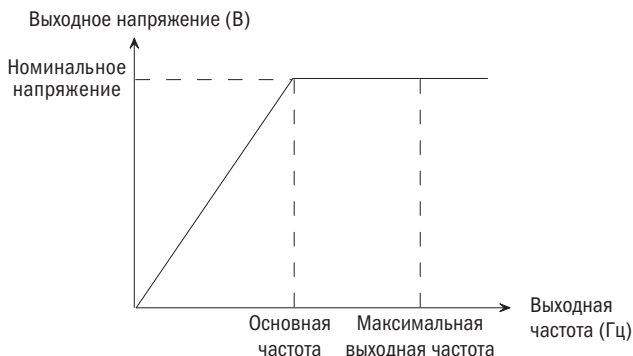

Рисунок 5-1. Соотношение между выходной частотой и выходным напряжением
- Основная частота  $F_{BASE}$  представляет собой минимальную выходную частоту, когда выходное напряжение преобразователя частоты равно номинальному напряжению  $U_n$ . Используется в качестве ориентира при управлении частотой. Как правило, номинальная частота двигателя используется в качестве значения параметра основной частоты. В общем случае величина  $F_{BASE}$  выбирается в соответствии с номинальной частотой двигателя. В особых случаях она может быть установлена в соответствии с эксплуатационными требованиями, но при этом следует соблюдать соответствие V/F-характеристике нагрузки двигателя и заводским параметрам на выходе двигателя, как показано на рис. 5-1.